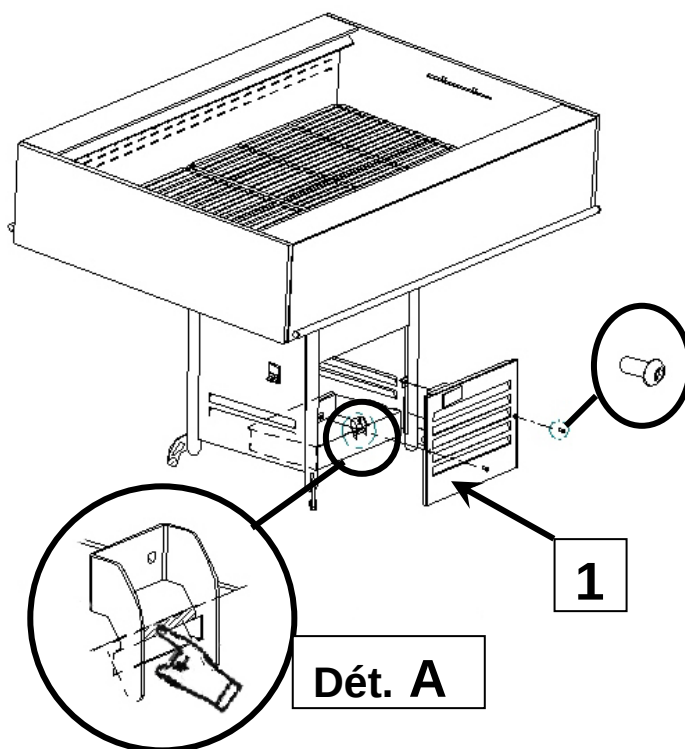

Fig. 2: détail opération d'enlèvement
- Soutenir le bac d'une main et appuyer avec force de l'autre à l'endroit indiqué sur la fig. 2, Dét. A